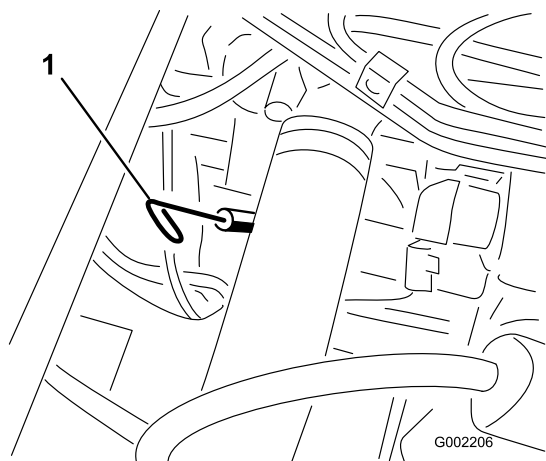

図 37
2. 助手席の下にあるディップスティックを抜き、ウェスで一度きれいに拭く（図 37）。ディップスティックを、チューブの根元までもう一度しっかりと差し込む。ディップスティックを引き抜いて油量を点検する。
13. オイル補給口のキャップを取り、所要量の約 80% のオイルを補給口から入れる (図 37)。